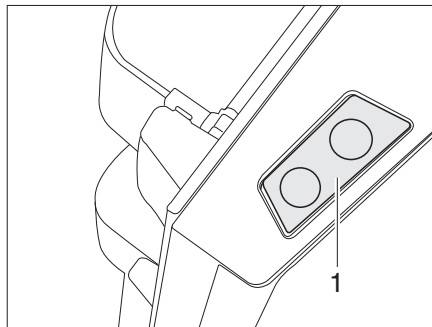

Fig. 328 Botón de desbloqueo de la puerta del frigorífico (Dometic de la serie 8)
- Pulsar el botón de desbloqueo (Fig. 328,1) y abrir la puerta del frigorífico.